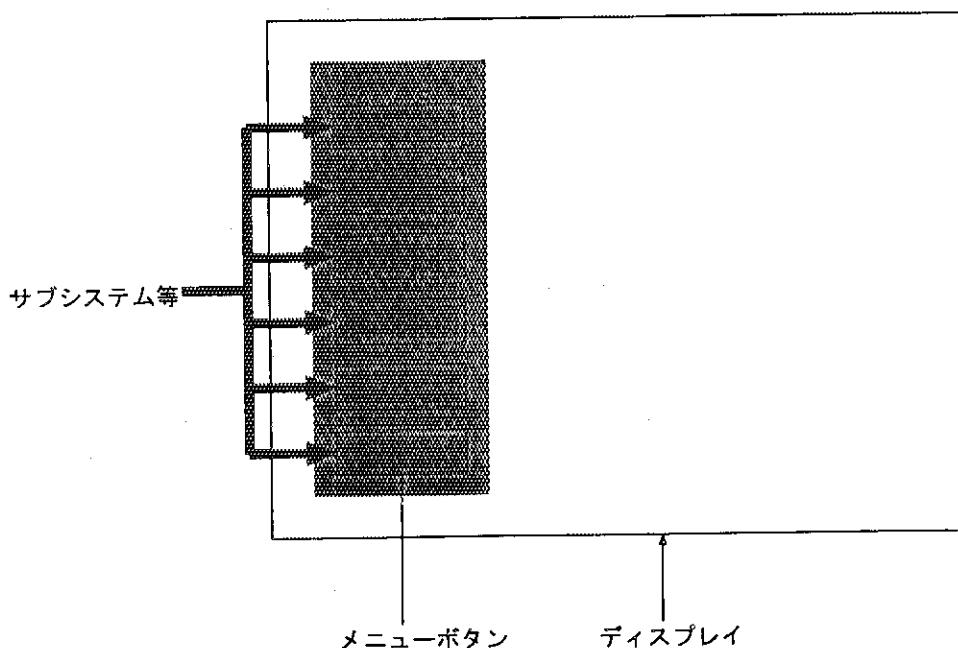
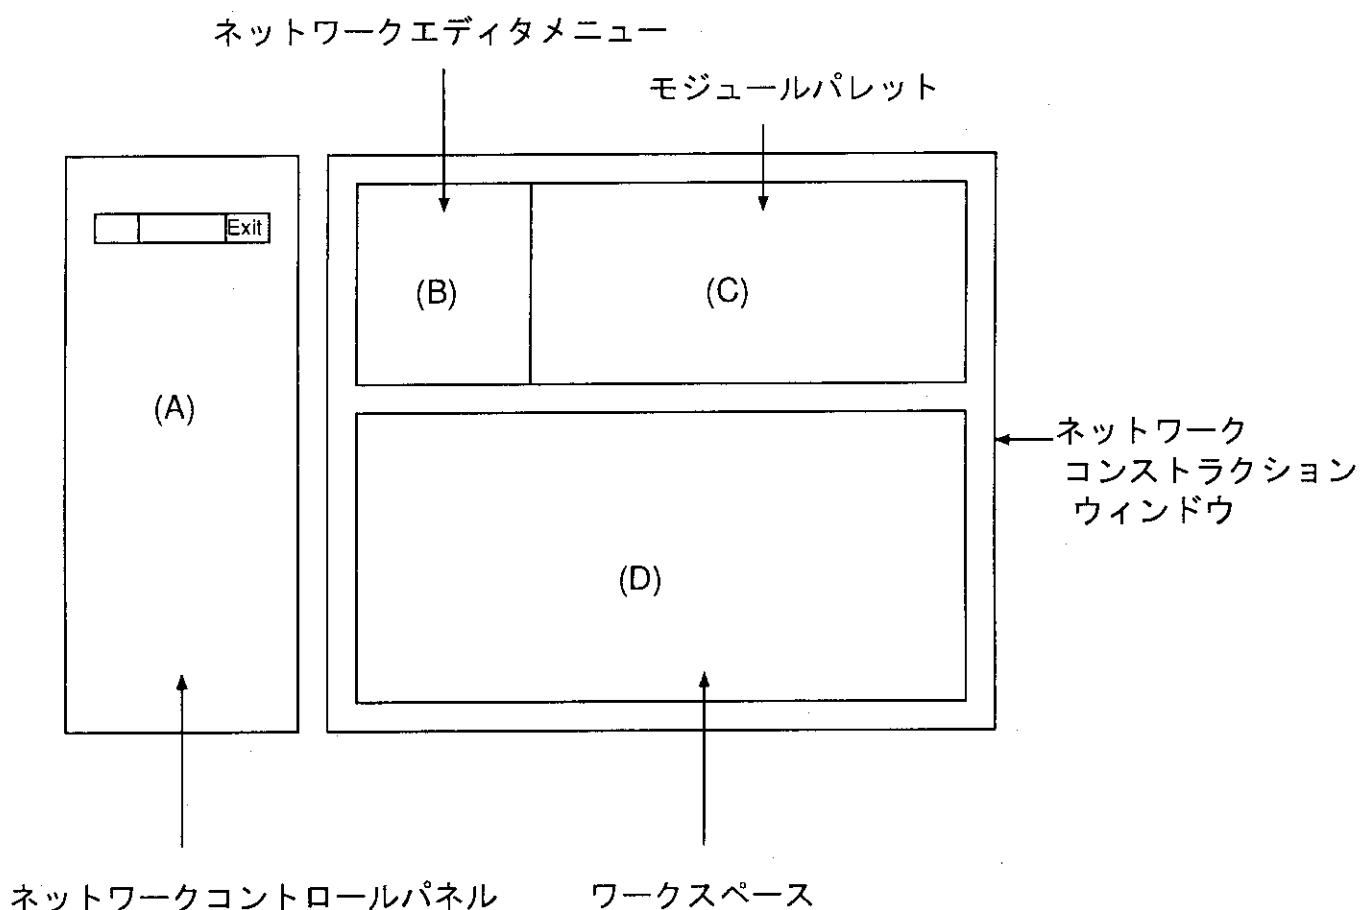

図 1.1 AVS の起動画面
図 1.2 ネットワークエディタ
AVS を起動すると、ディスプレイの左側にメインメニュー（図 1.1）を表示します。
ネットワークエディタのワークスペース (図 1.2) と呼ばれる部分を使って、モジュールを組み合わせてネットワークを作成することができます。
メインメニュー（図 1.1）の中にある Network Editor ボタンにカーソルを移動してクリックするとネットワークエディタが起動します。ネットワークエディタを起動すると、図 1.2 に示すように、
- 1) ネットワークコントロールパネルの一番上にある Exit ボタン (図 1.2) をクリックすると、メインメニュー (図 1.1) に戻ります。
- 1) ネットワークコントロールパネルの一番上にある Exit ボタン (図 1.2) をクリックします。
ネットワークエディタメニュー（図1.2の(B)の部分）の一番上にあるCloseボタンをクリックすると現在作業しているものはそのままの状態で、ネットワークコンストラクションウィンドウ（図1.2の(B)、(C)、及び(D)の部分）を閉じます。ネットワークコンストラクションウィンドウを再び開くためには、ネットワークコントロールパネル（図1.2の(A)の部分）の一番上にあるDisplay Network Editorボタンをクリックします。この機能によりウィンドウを重ねることなしに可視化したイメージを表示できます。